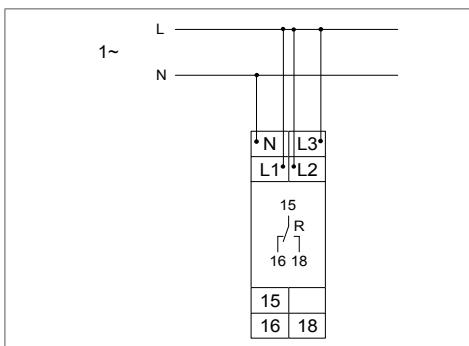

Fig. 6: Elektrisk anslutning, 1-fas
- Anslut och trådanslut enheten enligt bild 6/7.